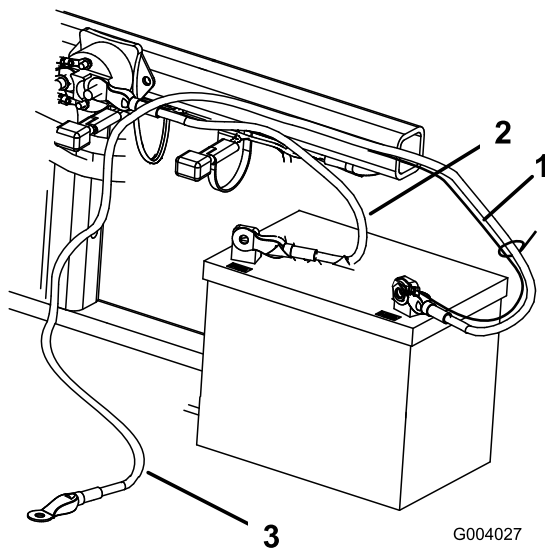

図 6
2. ボルト $\frac{1}{4} \times \frac{5}{8}$ "とロックナットで、赤いプラス+ケーブルをバッテリーのプラス+端子に固定する **図 6**。
3. ボルト $\frac{1}{4} \times \frac{5}{8}$ "とロックナット $\frac{1}{4}$ "で、細い黒ワイヤと黒いマイナスケーブルをバッテリーのマイナス端子に固定する図 6。